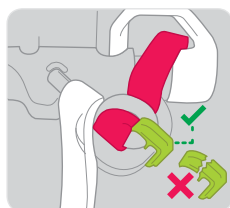

Рисунок 7
- Осмотрите стопорный штифт точки крепления на наличие признаков повреждения, чрезмерного износа, деформации, коррозии или растрескивания. Убедитесь, что он находится в зацеплении. Убедитесь, что красный спусковой шнур располагается под стопорным штифтом и что тканевый материал нагрузочной линии намотан на стопорный штифт (рис. 7).
- Убедитесь, что зеленая клипса стопорного штифта имеется в наличии и не повреждена, проверьте ее на наличие признаков износа, деформации или растрескивания (рис. 7).